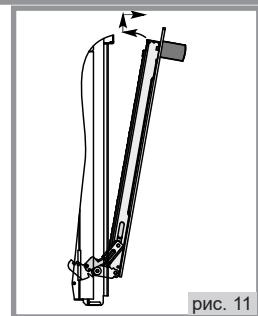

рис. 11
4. Взять дверцу за боковые стороны и потянуть на себя и вверх, чтобы освободить нижние оси шарниров, см. рис. 11;